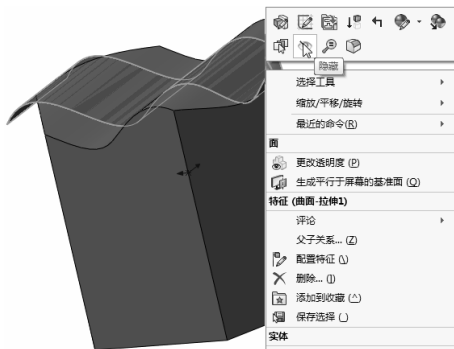
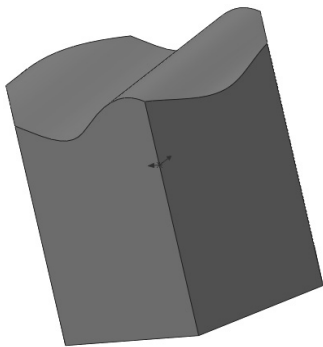

图 9-59 快捷菜单
图 9-60 隐藏目标面后的实体
4) 右击图 9-58 所示的曲面 1, 在系统弹出的快捷菜单中单击  (隐藏) 按钮, 如图 9-59 所示。隐藏目标面后的实体如图 9-60 所示。